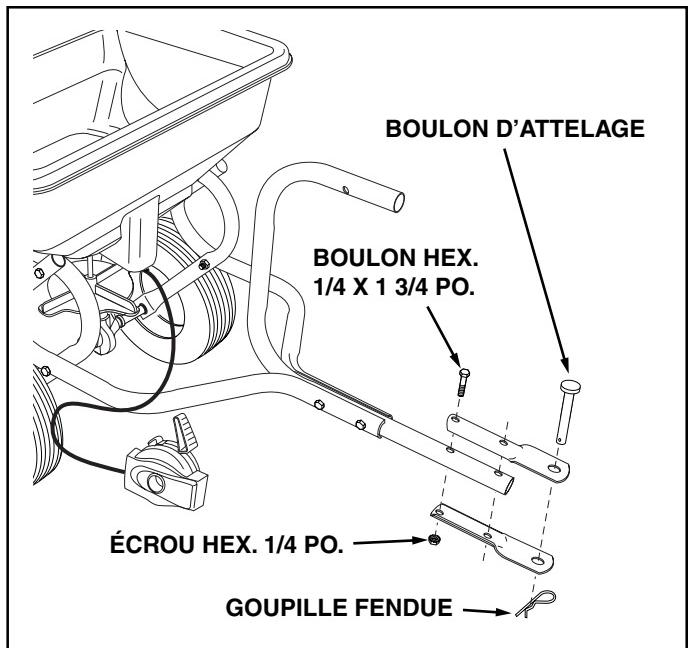

FIGURE 3
4. Montez les supports de fixation de l'attelage sur le tube de commande de l'attelage en utilisant deux boulons hexagonaux de $1/4 \times 1 \frac{3}{4}$ et deux écrous hexagonaux de $1/4$ po. Serrez. Voir la Figure 3.
5. Montez le boulon d'attelage dans les supports de fixation et fixez-la avec la goupille fendue de $1/8$ po. Voir la Figure 3.